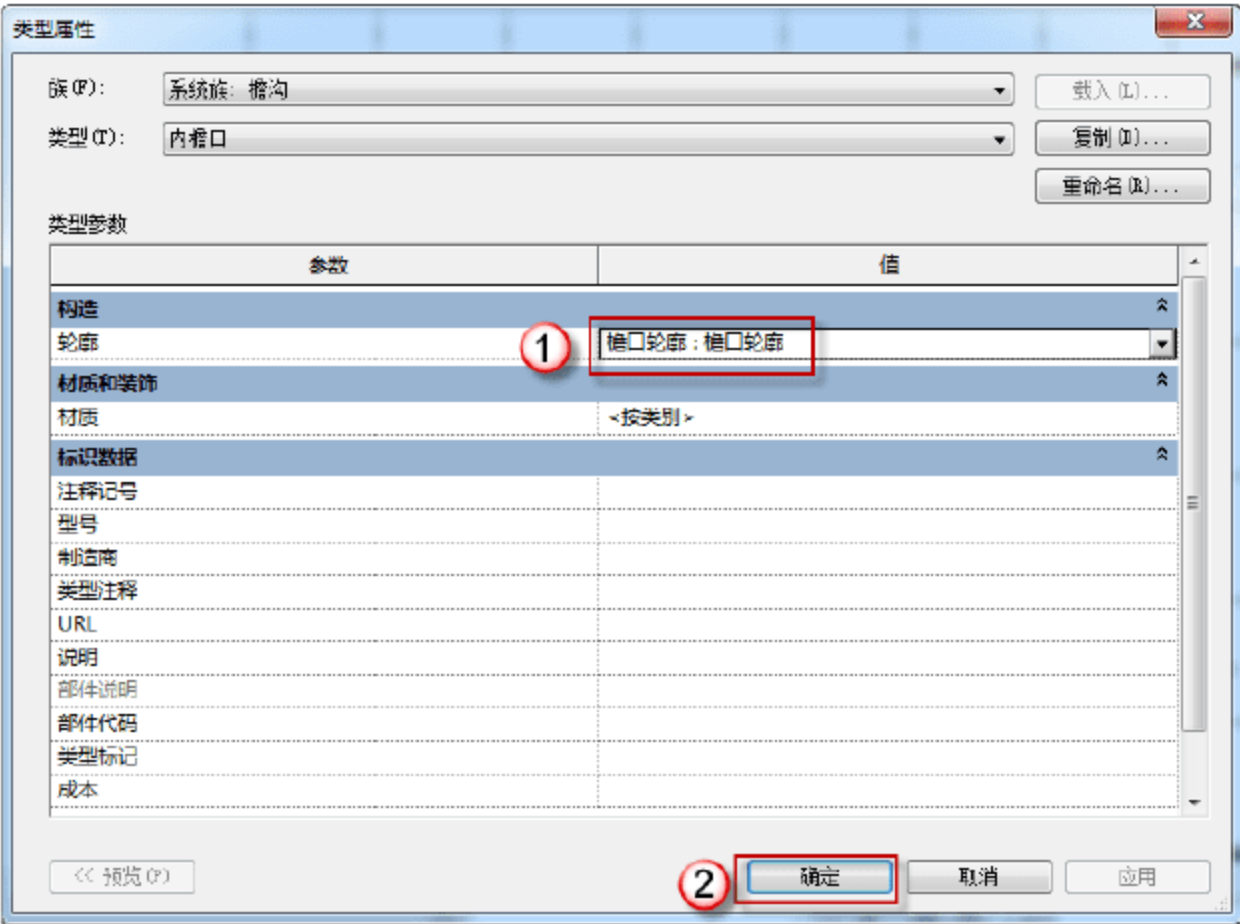

图 12.2.12 设置类型参数
(4) 设置类型参数。在返回的“类型属性”对话框中，单击“轮廓”参数对应的“值”单元格的按钮，选择“檐口轮廓：檐口轮廓”，单击“确定”按钮，如图 12.2.12 所示。
(5) 绘制“内檐口”。返回绘图界面，然后逐一拾取前面绘制的“内檐口”模型线，